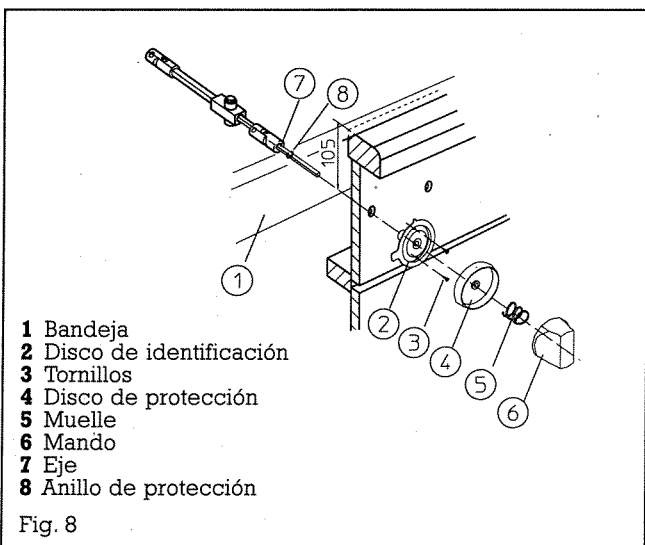

Fig. 8
- Introduzca el eje según fig. 8 desde la parte interior a través de la bandeja y el orificio de tapa.